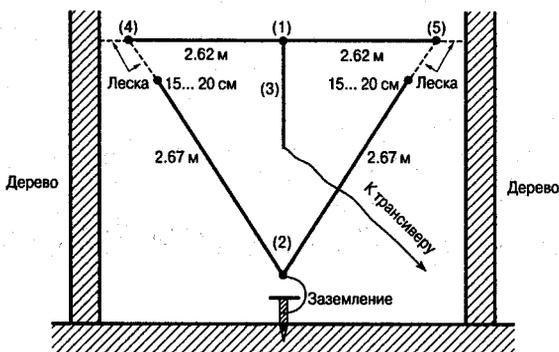

Рис. 2.1. Конструкция антенны-диполя
Антенна состоит из диполя (1) и отражателя (2). Общая длина диполя выбрана 5.24 м, соответственно по 2.62 м на каждое плечо (Рис. 2.1).
Отражатель (2). Выполнен в виде буквы V (**Рис. 2.1**) из армейской проволоки «полевка», с которой снята изоляция. Его общая длина составляет 5.34 м, т.е. на 10 см больше, чем длина диполя. Отвод к заземлению от середины.